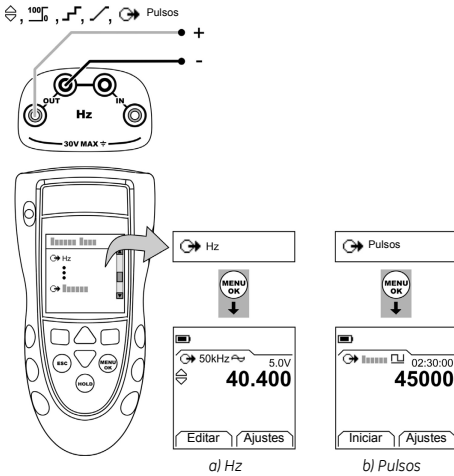

Figura 2: Ejemplo de configuración - Alimentación de Hz o pulsos
1. Conecte el instrumento (Figura 2) y, si es necesario, ajuste las opciones de *Configurar* (Tabla 1).